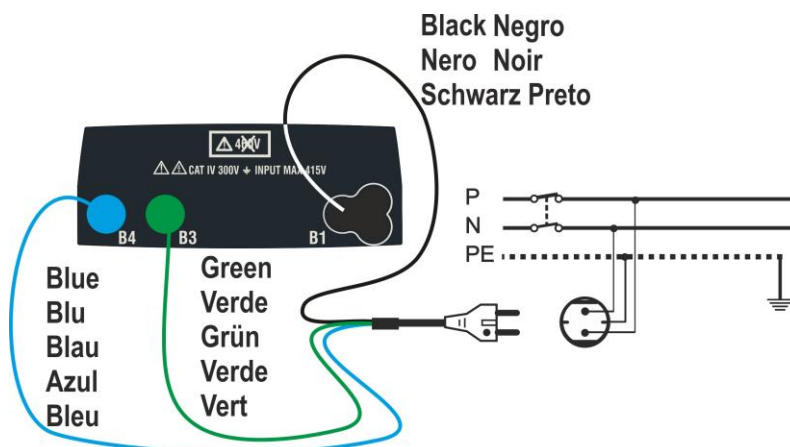
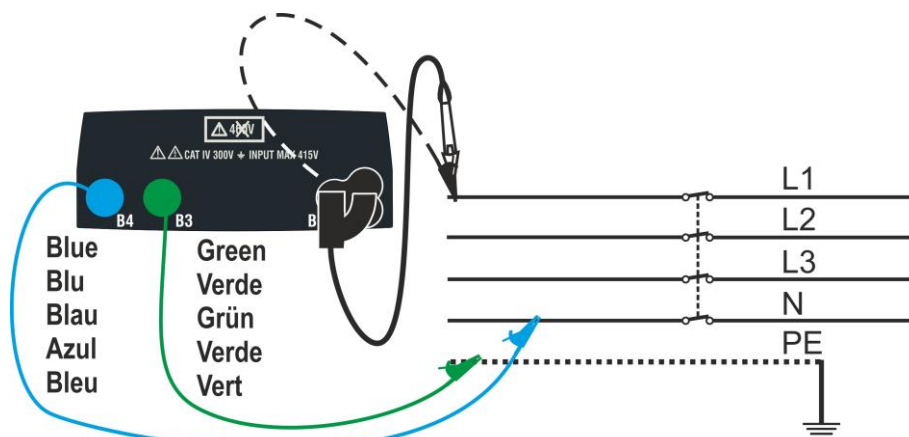

Fig. 8: Ligação do instrumento via cabo com ficha Shuko
Fig. 9: Ligação ao instrumento por cabos simples e cabo remoto
2. Insira os conectores verde, azul e preto da ficha shuko de três pinos nos condutores de entrada correspondentes B1, B3 e B4 do instrumento. Como alternativa, use os cabos individuais e prenda seus cliques de crocodilo nas extremidades livres dos cabos. Também é possível usar o cabo remoto inserindo seu conector multipolar no cabo de entrada B1. Conecte o plugue shuko, garras jacaré ou o cabo de teste remoto à rede elétrica de acordo com Fig. 8 o Fig. 9.